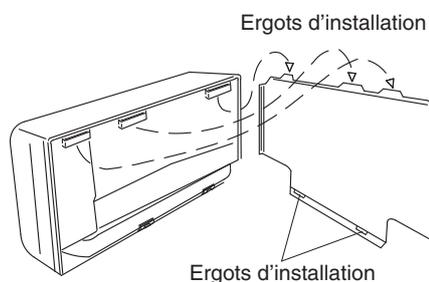

Fig. 3-57
1. Lorsque vous installez l'unité intérieure, placez-la sur les ergots d'installation situés sur la partie supérieure du panneau arrière. (Fig. 3-57)